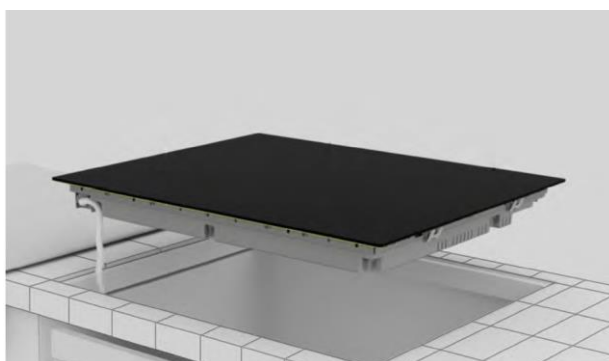

Fig. 2
- La superficie de apoyo de la placa de cocción debe estar perfectamente lisa para que esta se asiente de manera uniforme y la junta colocada garantice un sellado adecuado (**fig. 2**).